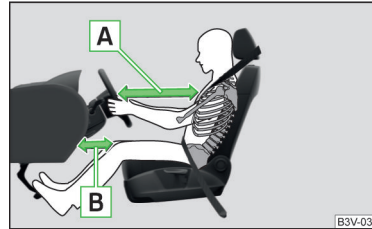

Abb. 21
- Für den Fahrer und Beifahrer ist es wichtig, einen Abstand von mindestens 25 cm zum Lenkrad bzw. zur Schalttafel einzuhalten » Abb. 21 - **A**. Wenn Sie diesen Abstand nicht einhalten, kann Sie das Airbag-System nicht schützen - Lebensgefahr! Die Vordersitze und die Kopfstützen müssen immer der Körpergröße entsprechend richtig eingestellt sein.
- Den Fahrersitz in Längsrichtung so einstellen, dass der Abstand der Beine zur Schalttafel im Bereich des Knieairbags mindestens 6 cm beträgt » Abb. 21 - B. Falls es aus Gründen der Körpergröße nicht möglich sein sollte, diese Bedingung zu erfüllen, dann ist ein Fachbetrieb aufzusuchen.